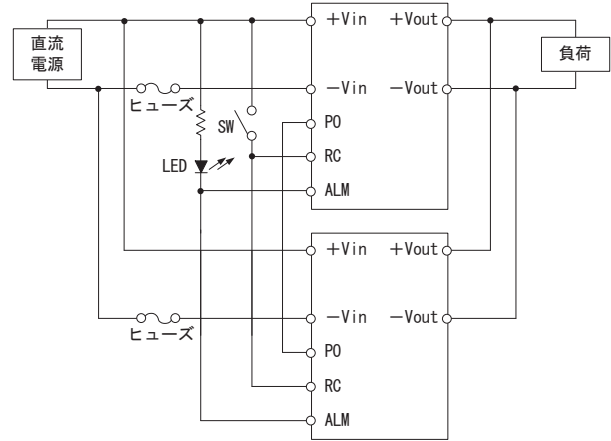

図5.2 並列運転時の接続例
- 並列運転を行う場合、SFS/SFCS同士のPO端子、ALM端子を接続してください。並列運転時の接続方法を図5.2に示します。